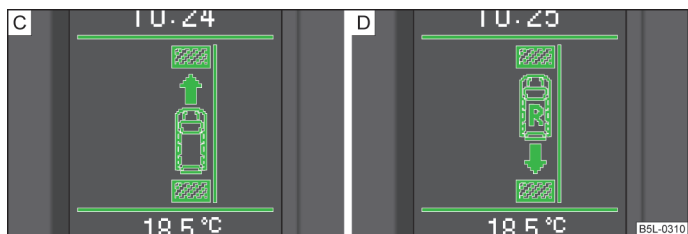

Fig. 123 Display-ul cu informații: Indicație pentru cuplarea treptei de mers înainte , respectiv a treptei marșarier
- În cazul în care nu se poate parca dintr-o singură manevră, continuați pașii procesului de parcare. Dacă pe afişajul informativ clipește săgeata care indică spre înainte  » fig. 123, cuplați treapta 1 de viteză, respectiv aduceți maneta selectorului de viteze în poziția D.
- Dacă pe afişajul informativ clipește săgeata care indică spre în spate  » fig. 123, cuplați treapta marșarier, respectiv aduceți maneta selectorului de viteze în poziția R.